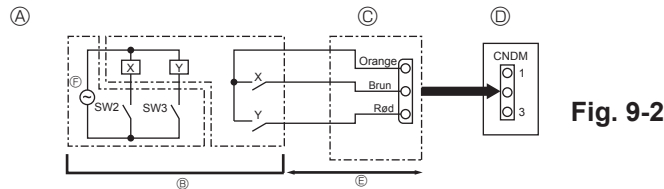

Fig. 9-2
9.2. Behovsfunktion (modifikation på stedet) (Fig. 9-2)